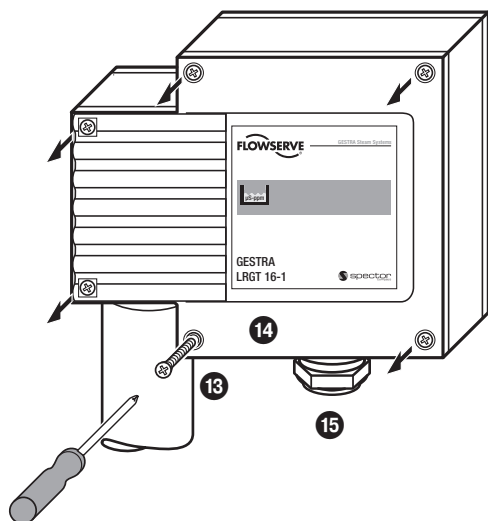

Fig. 8
1. Svitare le viti **13** e togliere il coperchio **14**. **Fig. 8**